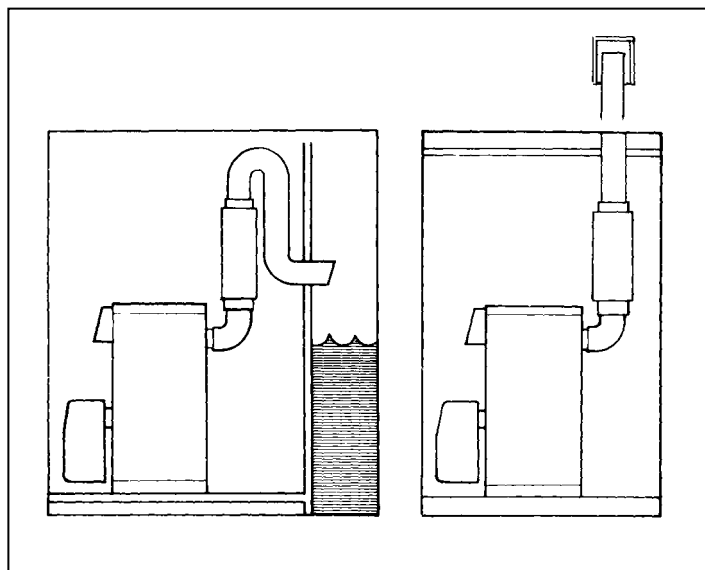

Bild 3
- Der Auslaß muß sich ausreichend hoch über der Wasserlinie befinden, (Bild 3) ist das nicht möglich, muß ein Schwanenhals zwischen-gesetzt werden.
- Montieren Sie am Ende des Rauchrohres eine Regenschutzkappe (Bild 3).